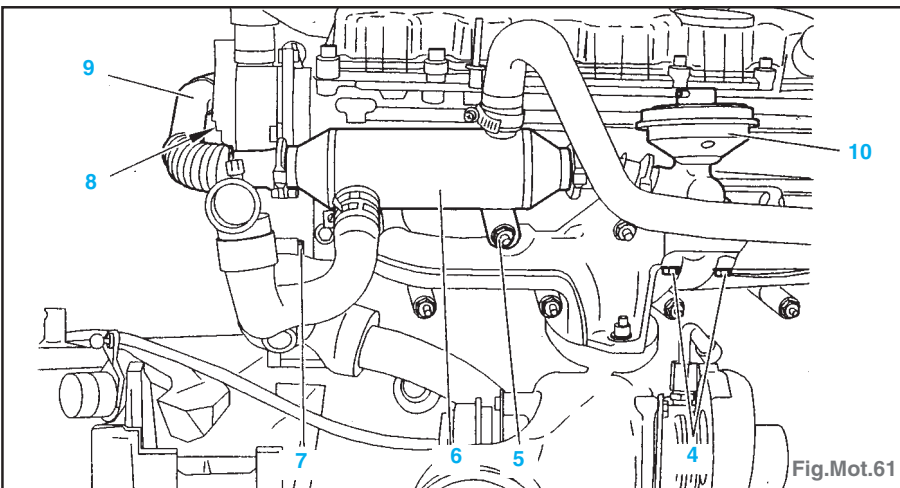

Fig.Mot.61
- Déposer : (Fig.Mot.61).
- l'écrou (5) et les vis de fixations du tube (9),
- écarter l'ensemble tube (9), échangeur (6) et vanne EGR (10).